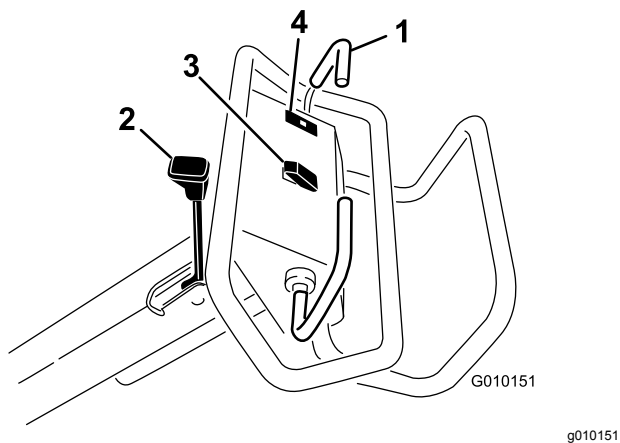

图13
要向前移动请向前移动牵引把手。要向后移动请向后移动牵引把手图13。
- 要设定手刹请向操作员把手的方向移动手刹杆图13。
发动机油压低于安全水平时油压警告灯图13会亮起。如果出现低油压情况应关闭发动机并确定原因。再次启动发动机之前必须先修理好任何损坏的地方。
升——按开关的顶部图13可升起并分离打孔头。发动机必须运行才能产生提升压力。如果打孔头低于运输高度请参阅 重设系统控制电路 (页码 21)。
降/接合——按开关的底部图13可降下并接合打孔头。要使用开关牵引把手必须处于向前的位置。